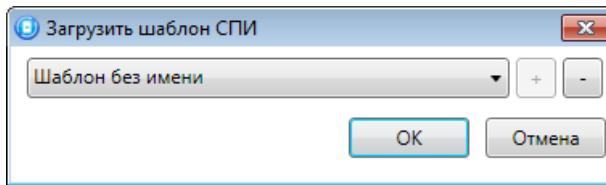

Рисунок 4.44 — Окно Загрузить шаблон СПИ
- *Загрузить шаблон настроек:* открытие окна *Загрузить шаблон СПИ* (см. рисунок 4.44), с помощью которого может быть сконфигурирован контроллер по предварительно созданному шаблону. Для того чтобы применить шаблон, выберите его в списке и нажмите кнопку *OK*. Для того чтобы удалить один из сохраненных шаблонов, выберите его в списке и нажмите кнопку .